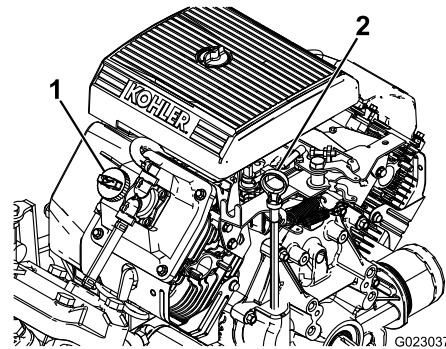

Figura 42
2. Scoateți joja și tergeți-o cu o lavetă curată (Figura 42). Introduceți joja în tub și asigurați-vă că este introdusă complet. Îndepărtați joja de ulei și verificați nivelul uleiului.
3. Dacă nivelul uleiului este scăzut, scoateți capacul buonului de la capacul valvei (Figura 42) și adăugați ulei în deschidere până când nivelul ajunge la marcajul FULL (PLIN) de pe joja. Adăugați uleiul încet și verificați nivelul des în timpul acestui proces. Nu umpleți excesiv.
8. Turnați încet aproximativ 80% din cantitatea specificată de ulei în tubul de umplere cu ulei (Figura 42).